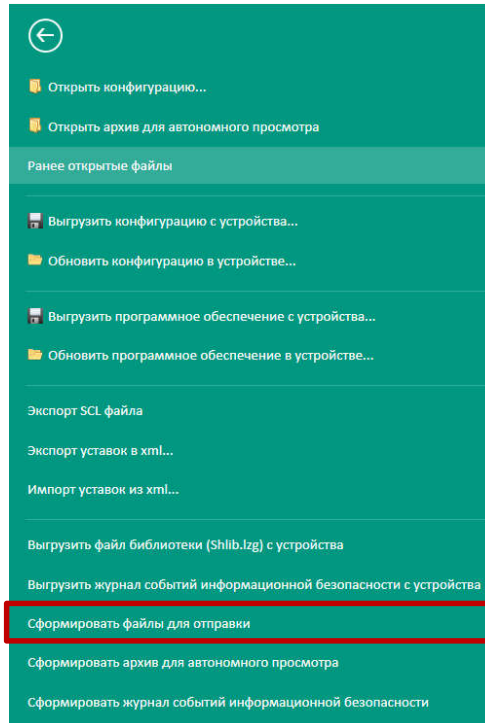

Рисунок 26 – Окно формирования файлов для отправки через Smart Monitor
6.2.2 Для формирования файлов для отправки предприятию-изготовителю через Smart Monitor необходимо вызвать пункт  → **Сформировать файлы для отправки** (см. рисунок 26). Далее необходимо выбрать место для сохранения и нажать на кнопку **Сохранить**.